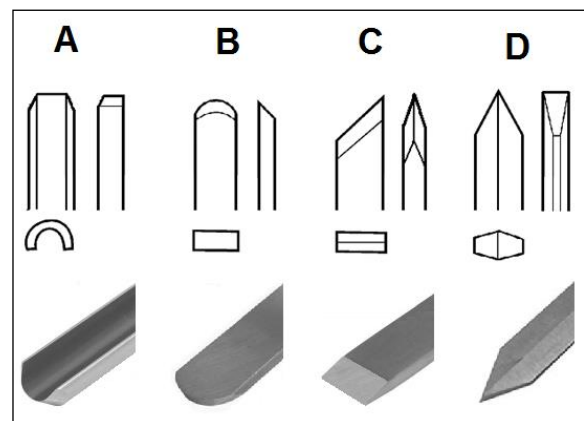
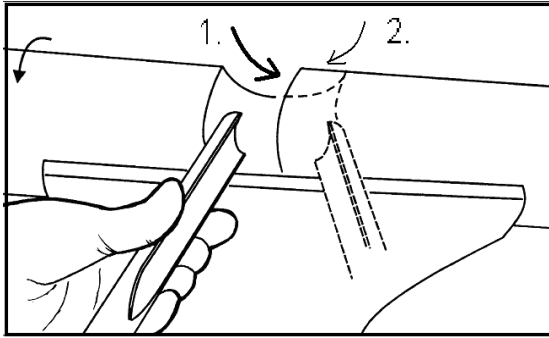

Fig 9
Fig. 10
**La gouge (A, Fig. 9)**, Outil le plus important, il sert au dégrossissage, au creusage des bols et assiettes et au tournage de rétrécissements (Fig. 10).
**Le racloir (B, Fig. 9).** Sert au calibrage intérieur et extérieur et à l'élimination des stries d'usinage.
**Le biseau (C, Fig. 9).** Sert au tournage de rainures en V et au calibrage extérieur.
**Le piquet (D, Fig. 9).** Sert au travail direct dans la pièce d'œuvre, par ex. pour détalonner et pour délimiter. Il peut aussi servir de racloir.